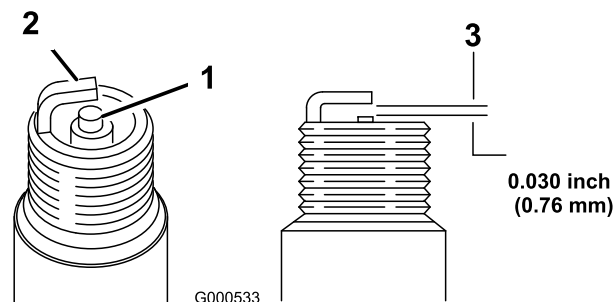

Figura 39
1. Mire la parte central de la bujía (Figura 39). Si se observa un color gris o marrón claro en el aislante, el motor está funcionando correctamente. Si el aislante aparece de color negro, significa que el limpiador de aire está sucio.
2. Compruebe la separación entre los electrodos central y lateral (Figura 39). Si la distancia no es correcta, doble el electrodo lateral (Figura 39).